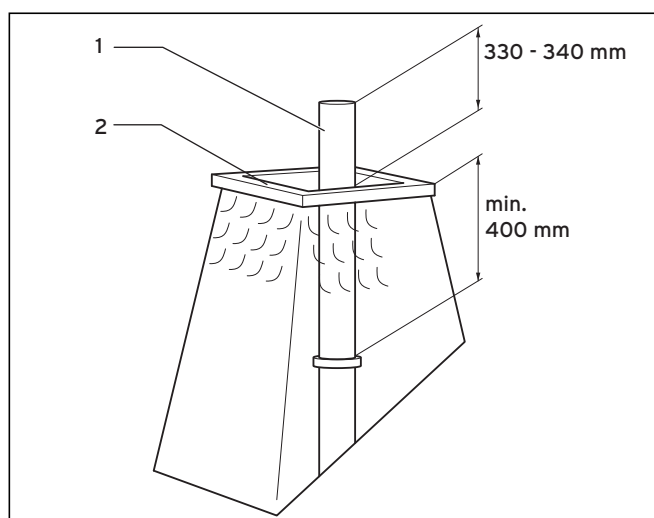

Bild 6.20 Kapa röret av rostfritt stål
Beakta bild 6.20 för montage av skorstenshuv av rostfritt stål.
- Kapa röret av rostfritt stål (1) enligt bild 6.20.
- Täta skorstenens kant/mynning (2) med silikon.